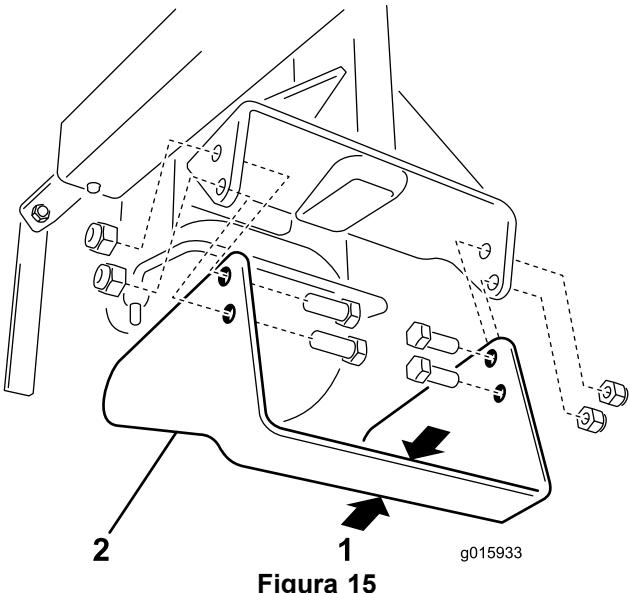

Figura 15
Compruebe frecuentemente la cuchilla del cortabordes y cambie la cuchilla si la anchura de la misma queda reducida a 1-1/4 pulgadas (Figura 15).
3. Retire los 4 tornillos y tuercas que sujetan la cuchilla al brazo del cortabordes (Figura 15).